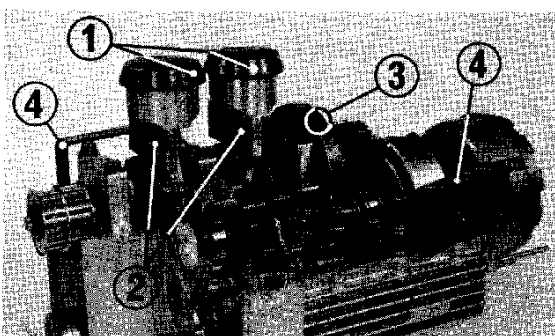

Abb. 4-20 (1) Kolbenring-Einführwerkzeug
3. Die Zylinderwände mit Öl schmieren und auch auf den Kolben Motoröl auftragen. Kolbenring-Einführwerkzeuge (Werkzeug-Nr. 07955-3710000) an den Kolben anbringen; dabei darauf achten, daß sich alle Kolbenringe unter dem Werkzeug befinden und die Kolbenringstöße gegenüber den Einführwerkzeugstößen versetzt sind. Der Einbau der Kolbenringe ist auf Seite 72 angegeben. Die beiden Zylinderblockführungen (Werkzeug-Nr. 07973-3710000) gemäß Abb. 4-20 an der Trennfläche des rechten Zylinderblocks anbringen.